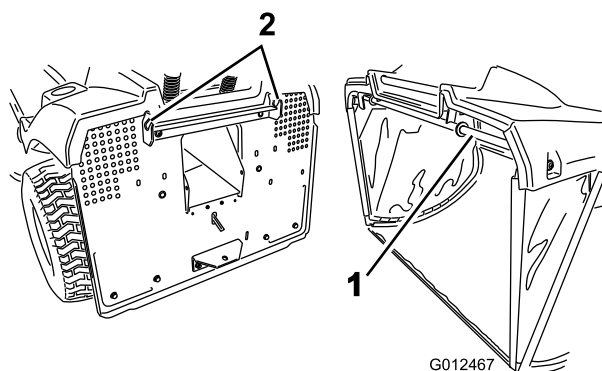

Figure 38
1. Accrochez la barre de support supérieure aux 2 crans du support à l'arrière de la machine (Figure 38).